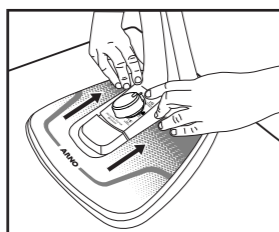

Figura 5
- Para desmontar a base da coluna, em uma mesa segura, faça o movimento inverso. Apoie as mãos na base e, com uma leve pressão com os dois dedos indicadores, puxe a coluna para trás. (figura 5)